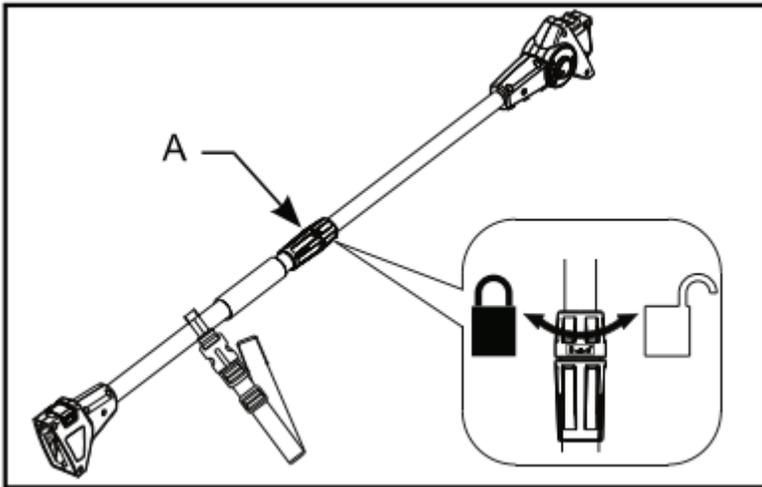

Рис. 24
1. Поверните фиксатор штанги (А) против часовой стрелки для разблокировки (Рис. 24).